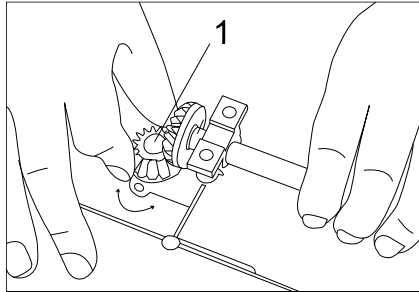

Рис.9
2. Посуньте штангу щоб розчепити два конічних зубчастих колеса, посуньте зубчасте колесо 1 вниз. Поворот проти годинникової стрілки на один зуб дає збільшення товщини на 0,1 мм. (Рис.9)